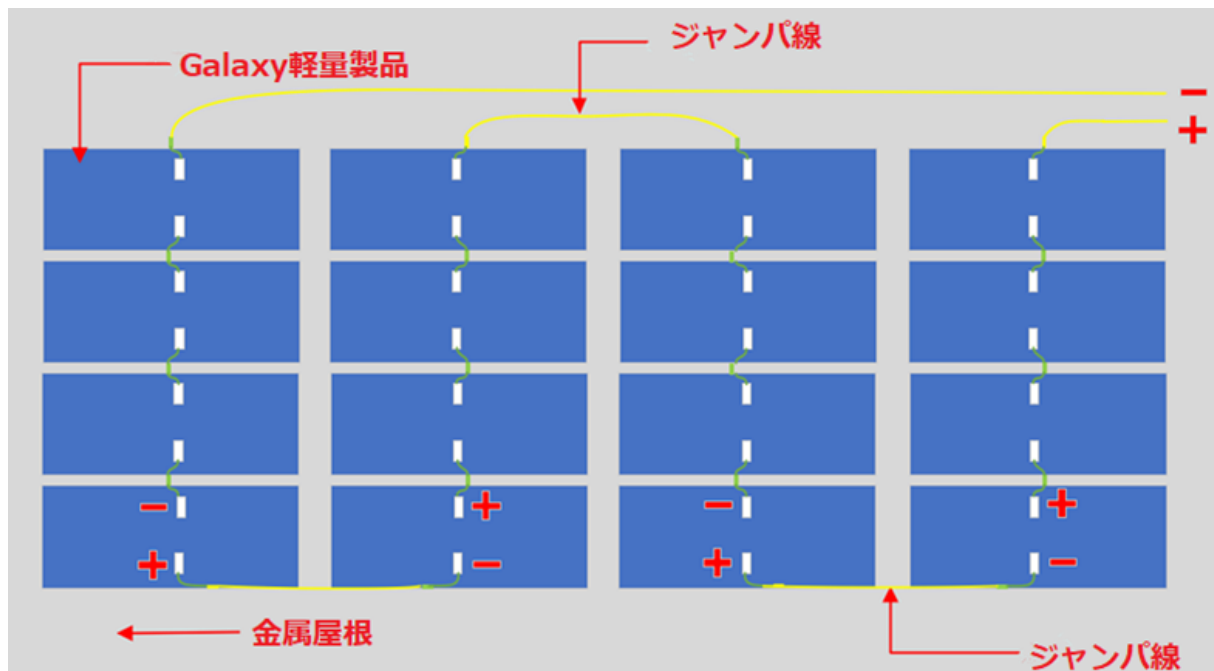

図 6-3: 製品クロス接続線の接続手順 (正面視点)
④接続端子は良好に接触している必要があります。各シリーズの一部を接続する際には、マルチメーターで一度テストすることをお勧めします。これにより、断線部分を迅速に特定できます。
①配線には明確で分かりやすい線番号表示が必要です。
②シリーズ接続された製品の場合、1つの製品の「+」極は他の製品の「-」極に接続されます。異なる列間の製品を接続する場合は延長ケーブルが必要です。太陽光アプリケーション専用の延長ケーブルを使用してください。通常の場合、2行目は、次の行が設置および配線された後にのみ設置および配線できます。(図 6-3)